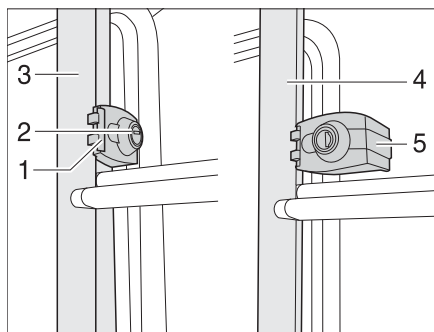

Bild 1 Låsning för bakre stegen
- Sätt in nyckeln i låscylindern (Bild 1,2) för den bakre stegens låsning (Bild 1,1) och vrid den ett kvarts varv tills nyckeln är i lodrätt läge.
- Håll fast den bakre stegens fällbara del (Bild 1,4) och sväng ut säkringsbygeln (Bild 1,5).
- Sätt in nyckeln i låscylindern (Bild 1,2) för den bakre stegens låsning (Bild 1,1).
- Sväng säkringsbygeln (Bild 1,5) inåt runt röret för den bakre stegens fasta del (Bild 1,3).